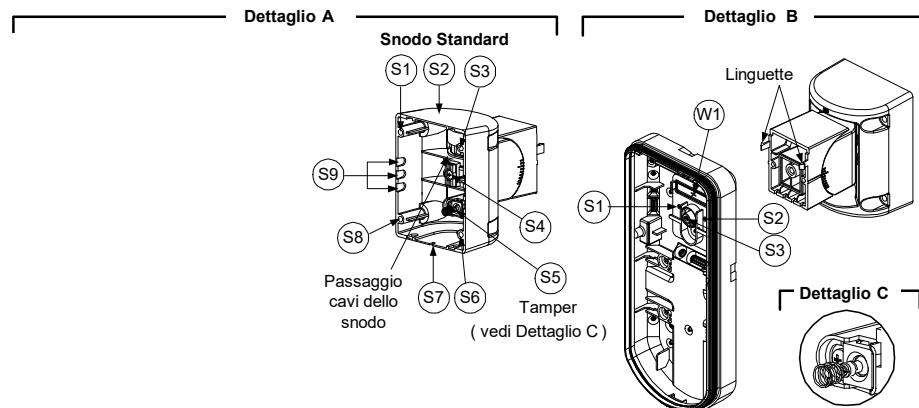

Figura 7
3. Aprire i fori a sfondare della base esterna (Figura 7, Dettaglio B)
4. Sullo snodo aprire le predisposizioni per il passaggio cavi S2, S7 o S9 (Figura 7, Dettaglio A).
5. Rimuovere il tamper antirimozione dalla base interna (consultare paragrafo "Modifica della posizione del tamper antirimozione") e collegarlo a S5 (Figura 7, Dettaglio A) sullo snodo standard.
- a. Inserire il cavo esterno attraverso le predisposizioni S2, S7 o S9 (incluso i cavi del tamper ed estrarre facendolo passare attraverso il passaggio cavi dello snodo (Figura 7, Dettaglio B).
7. Inserire i cavi del tamper e i cavi esterni che arrivano dallo snodo standard facendoli passare tramite la predisposizione W1 della base esterna (Figura 7, Dettaglio B).